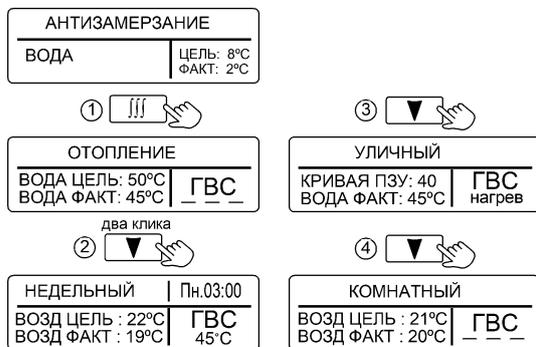
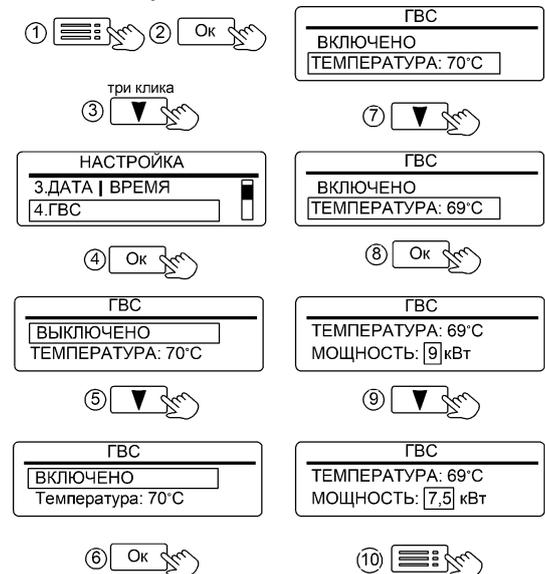
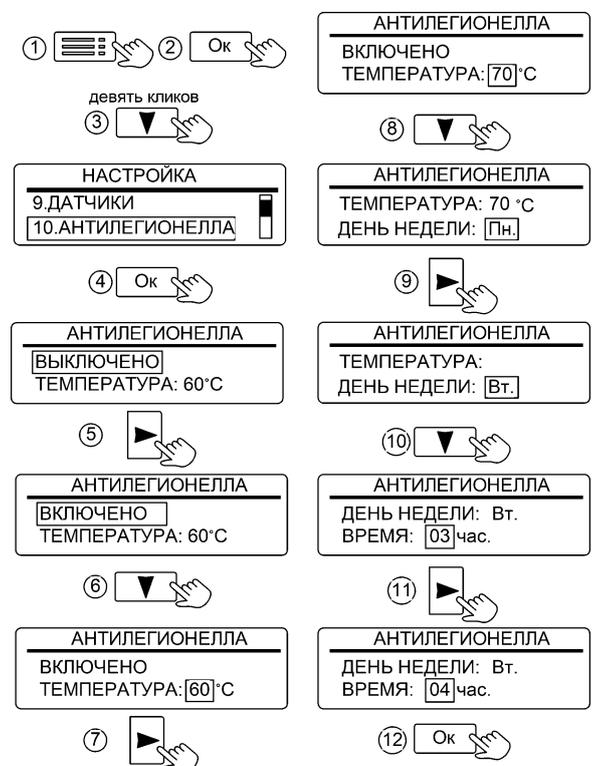

Рисунок 5. Режимы работы котла
Рисунок 12. Настройка режима «ГВС»
Рисунок 14. Настройка времени включения режима «ЛЕГИОНЕЛЛА»
**2** - Отображение состояния режима «ГВС» (см. рис. 5):
Вид отображения режимов работы на дисплее приведён на рис.5
Активация режима «ГВС» и настройка температуры горячей воды показана на рис. 12. Начальная заводская настройка температуры горячей воды - 70°C. При активированном режиме отображается как «ГВС» (см. рис. 5), при выключенном режиме, неисправном или отключённом датчике отображается как ГВС. В подменю «ГВС» предусмотрена настройка ограничения мощности ТЭН. Данную настройку реко-
В любой воде существует возможность развития бактерий легионеллы. Чтобы исключить угрозу отравления водой, получаемой из косвенного водонагревателя, котел имеет режим «АНТИЛЕГИОНЕЛЛА». Режим автоматически активируется при подключении NTC-датчика температуры к плате контроллера и включения режима «ГВС» (см. рис. 12). При отключении NTC-датчика – режим деактивируется и меню «АНТИЛЕГИОНЕЛЛА» (см. рис. 14) не доступно для Пользователя. Если режим активирован - каждую неделю, в установленное
время выполняется нагрев воды в косвенном водонагревателе до значения, установленного в настройках котла - см. рис. 14 (заводская настройка – 60°C). Температура поддерживается в течении десяти или пяти минут, в зависимости от установленного значения. Во время нагрева вместо надписи «ГВС» отображается значок «60°» (см. рис. 13).
Заводская настройка времени включения нагрева – Понедельник, 03:00. Имеется возможность изменения времени включения и значения температуры нагрева (см. рис.14).
предотвращения риска причинения вреда здоровью и поломки оборудования, значения температурных уставок в режимах «ГВС» и «АНТИЛЕГИОНЕЛЛА» должны быть меньше максимально-допустимой температуры нагрева воды в бойлере. При необходимости уменьшите значения уставок (см. рис. 12, см. рис. 14).
**11.1.4 «4.ГВС»** - установка состояния режима «ВКЛЮЧЕНО / ВЫКЛЮЧЕНО». Индикация «ВКЛЮЧЕНО» означает разрешение на работу режима ГВС. Индикация «ВЫКЛЮЧЕНО» запрещает работу режима «ГВС» (см. рис. 12).